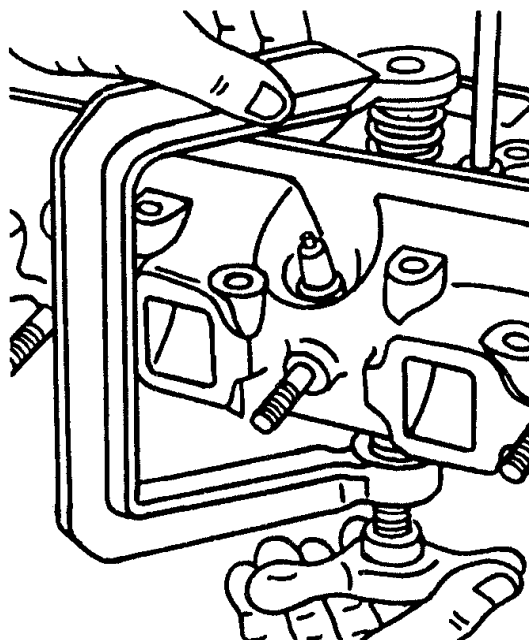

Рис.70. Снятие пружины клапана
30. С помощью съемника снять клапаны (рис.70) и уложить их на стеллажи согласно порядковым номерам. Съемник позволяет осуществлять снятие и установку пружин клапанов на головках цилиндров, как с присоединенными к ним выпускными коллекторами, так и без них. При снятии клапанов необходимо соблюдать осторожность, чтобы не повредить маслоотражательные колпачки. Для облегчения снятия тарелки клапана с сухарей рекомендуется после предварительной затяжки винта съемника слегка ударить рукояткой молотка по съемнику.